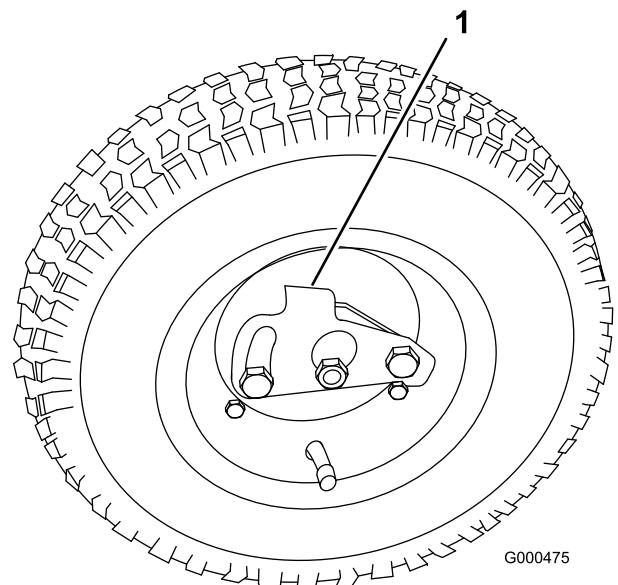

图8
2. 将行走轮锁定夹压向轮的中心, 然后将行走轮滑到六角轴上 (图8)。